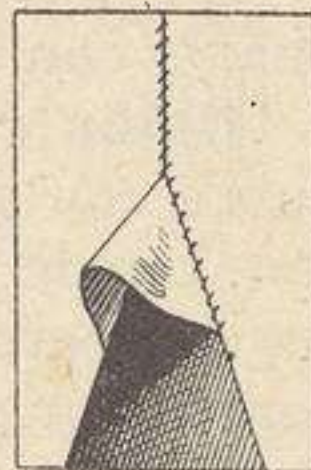

Fig. 14
**Escudete** (fig. 14).—Esta pieza sirve de remate á las costuras en ropa blanca. Se corta un cuadrado de 10 centímetros próximamente y se divide en dos por la diagonal, obteniéndose así dos piezas. Se cose la punta superior del triángulo en el punto en que